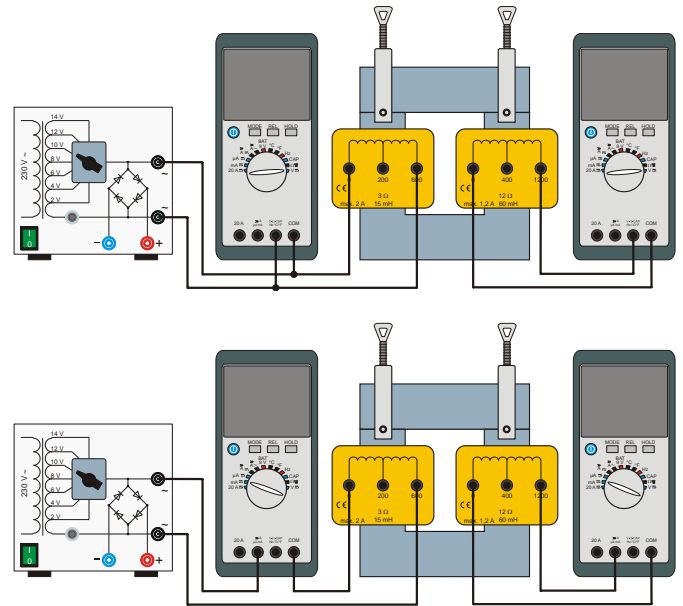

Fig. 4 : Montage expérimental pour le transformateur sans charge en marche à vide (en haut) et le transformateur en charge en cas de court-circuit (en bas).
- Monter le dispositif de mesure d'après le schéma de la fig. 4. Raccorder le multimètre du côté primaire parallèlement à la bobine primaire comme voltmètre, régler la plage de mesure de la tension « V » et sélectionner « Mode AC ».
- Raccorder à présent le multimètre du côté primaire en série à la bobine primaire comme ampèremètre (fig. 4 en bas), régler la plage de mesure du courant « mA » et sélectionner « Mode AC ».